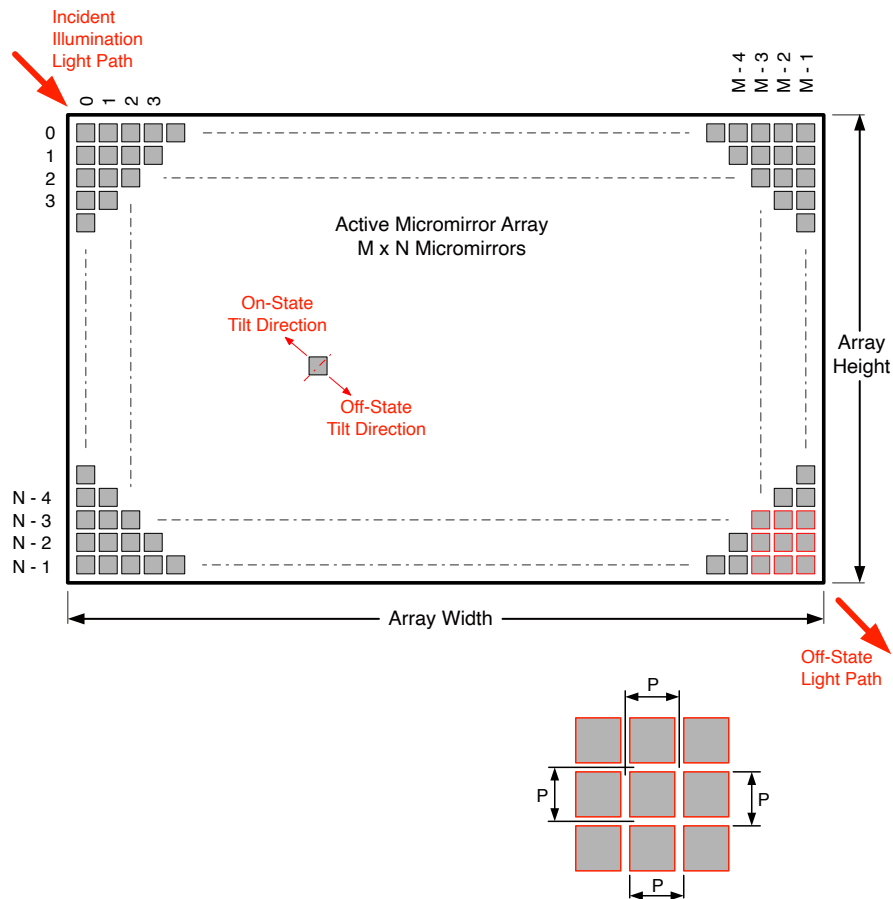

図 5-16. マイクロミラー アレイの物理特性
- (1) 図 5-16 を参照してください。
- (2) DMD マイクロミラーの高速なスイッチング速度と、高度な DLP 画像処理アルゴリズムとの組み合わせにより、各マイクロミラーは各フレーム中に画面上に 4 つの個別のピクセルを表示でき、その結果、4x ピクセルの画像全体を表示できます。
- (3) アクティブ アレイの周囲にある境界の構造と品質には、マイクロミラーの池 (POM) と呼ばれる、部分的に機能するマイクロミラーのバンドが含まれています。これらのマイクロミラーは構造のおよび / または電氣的に、明るい状態またはオン状態へ傾けることを防止しますが、オフ状態へ傾けるには電氣的バイアスが必要です。